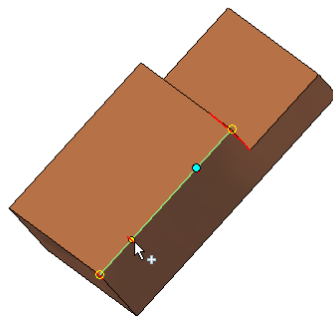

图 3-32 特征点的预览
- 2) 把鼠标指针移动到边线上,则鼠标指针出现点的预览,如图 3-32 所示。